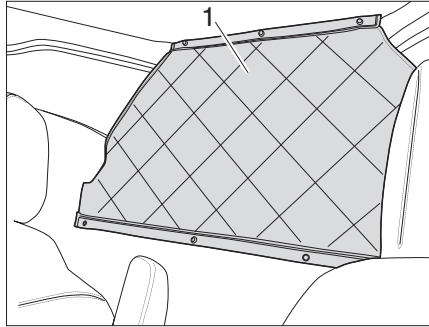

Figura 14 Desenrollar la cubierta de acceso
- Desenrollar la cubierta de acceso (Figura 14,1).
- Cerrar la cubierta de acceso (Figura 14,1) con los broches.